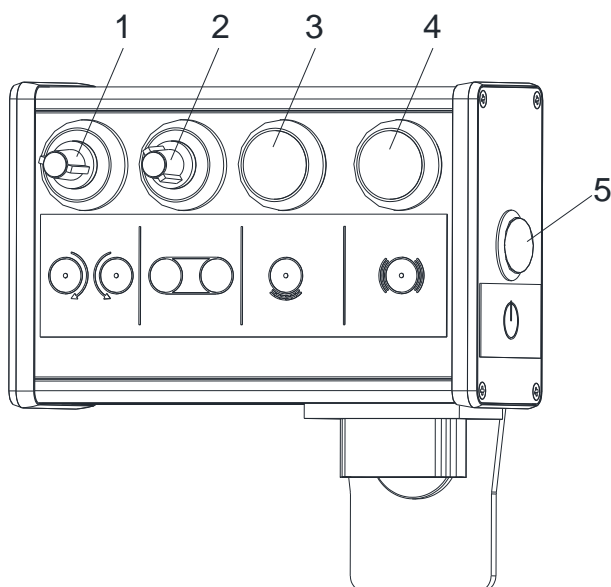

Bild 40 PotiPro Compact (hybrid)
2. Ein-/Aus-Leuchttaste (Bild 40/5) drücken. Bediengerät PotiPro Compact ist eingeschaltet, die Streuteller beginnen sich zu drehen und bis zur eingestellten Tellerdrehzahl zu beschleunigen.
3. Wenn erforderlich, die Tellerdrehzahl durch den Drehregler Tellerdrehzahl (Bild 40/1) einstellen.
4. Wenn die Ein-/Aus-Taste Bandeinheit (Bild 40/3) gedrückt wird, wird der Schieber geöffnet und das Transportband beschleunigt auf die eingestellte Transportgeschwindigkeit.
5. Wenn die Ein-/Aus-Taste Bandeinheit (Bild 40/3) erneut gedrückt wird, wird das Transportband gestoppt und der Schieber wird geschlossen.
6. Wenn erforderlich, die Transportgeschwindigkeit durch den Drehregler Bandgeschwindigkeit (Bild 40/2) einstellen.
7. Wenn die optionalen Vibrationsmotoren eingeschaltet werden sollen, Ein-/Aus-Taste Vibrationsmotoren (Bild 40/4) drücken. Vibrationsmotoren bleiben 10 Sekunden lang eingeschaltet und werden danach automatisch ausgeschaltet.